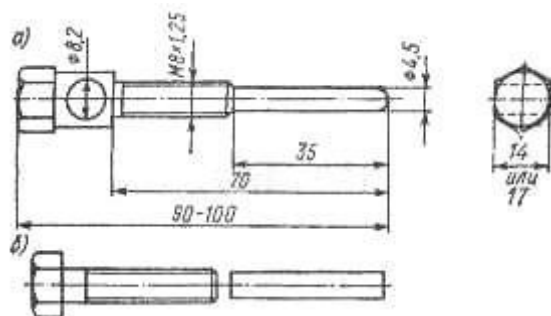

Рис. 78. Приспособления для снятия ротора генератора:
4. Снять ротор генератора. Для этого нужно вывинтить и вынуть винт, крепящий его на цапфе коленчатого вала. С помощью двух отверток снять кулачок прерывателя. В отверстие завернуть съемник (рис. 78). Придерживая ротор одной рукой, другой рукой ввинтит съемник и стянуть ротор с шейки коленчатого вала. Съемник можно заменить болтом М8 и штырем.